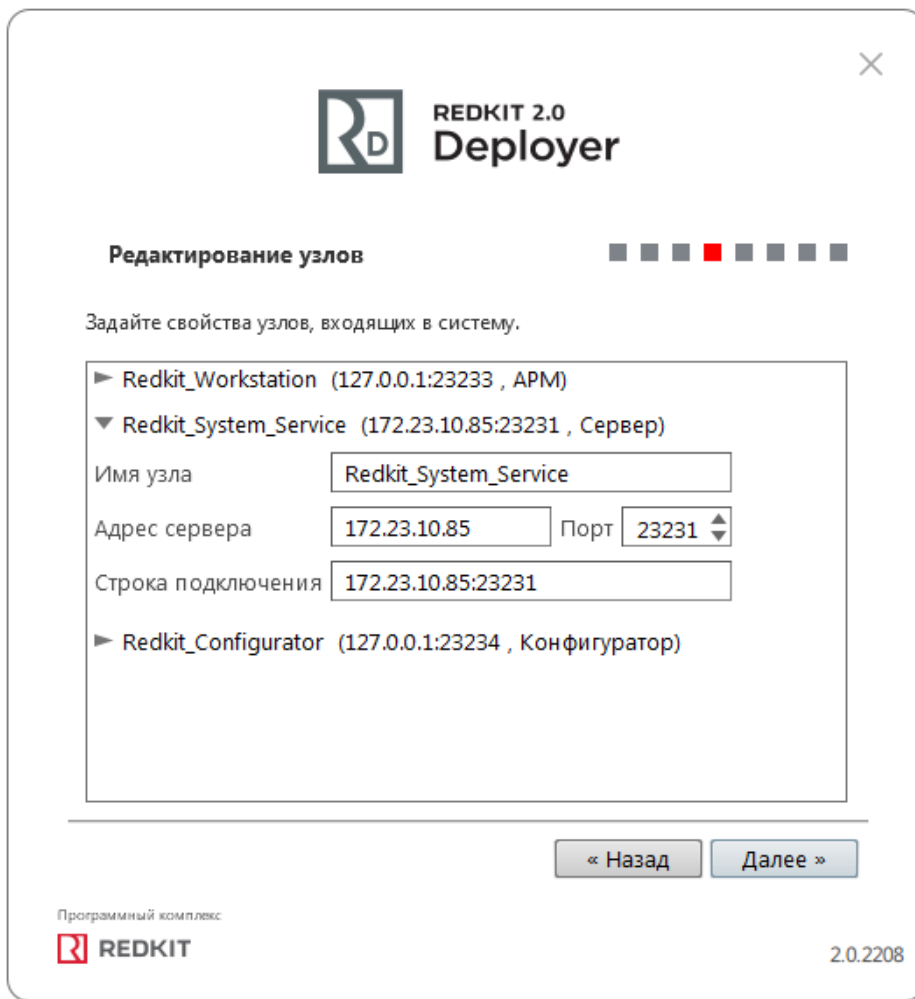

Рисунок 104 - Редактирование узлов
10. Убедитесь, что сетевые параметры узлов корректно указаны (Рисунок 104, Таблица 17), т.е.: